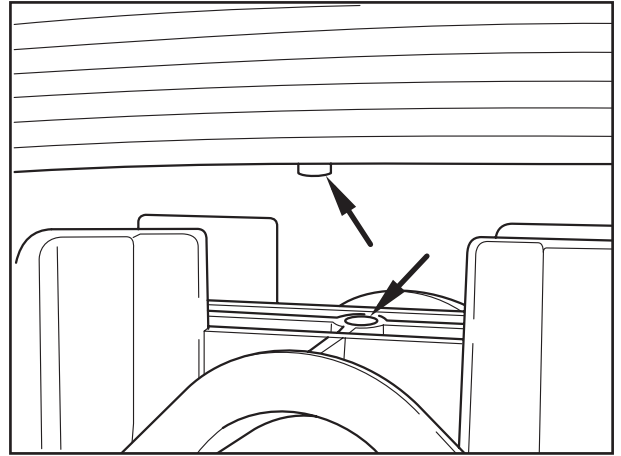

Fig. 7
- [17] Blattfeder so auflegen, dass der Kopf des Federbolzens in die Fixierbohrung im Lagerbock eingreift (Fig. 7/Pfeile).
[17] Refit leaf spring so that the head of the spring bolt engages in the mounting hole in the spring hanger (Fig. 7/arrows).
[17] Poser le ressort à lames de telle sorte que la tête du boulon de ressort s'insère dans l'orifice de fixation du palier (fig. 7/flèches).